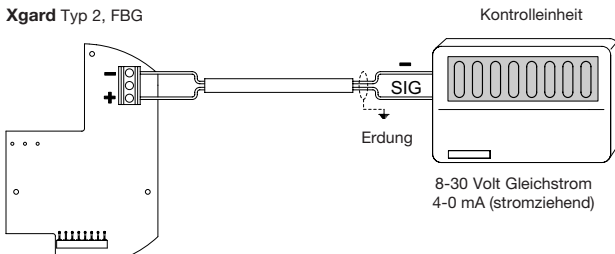

Abbildung 7: **Xgard Typ 2, elektrische Anschlüsse**
2. Sicherstellen, dass alle elektrischen Anschlüsse korrekt gemäß Abbildung 7 vorgenommen wurden.